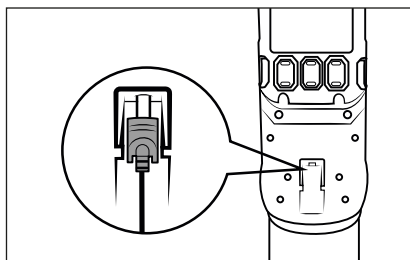

Fig. 8
- ▶ Støvsugeren kan også oplades direkte med netadapteren **9**. Tag hulstikket **10** ud af vægholderen **17** med en let drejning, og sæt det ind i ladestikket **2** på produktet (se fig. 8).